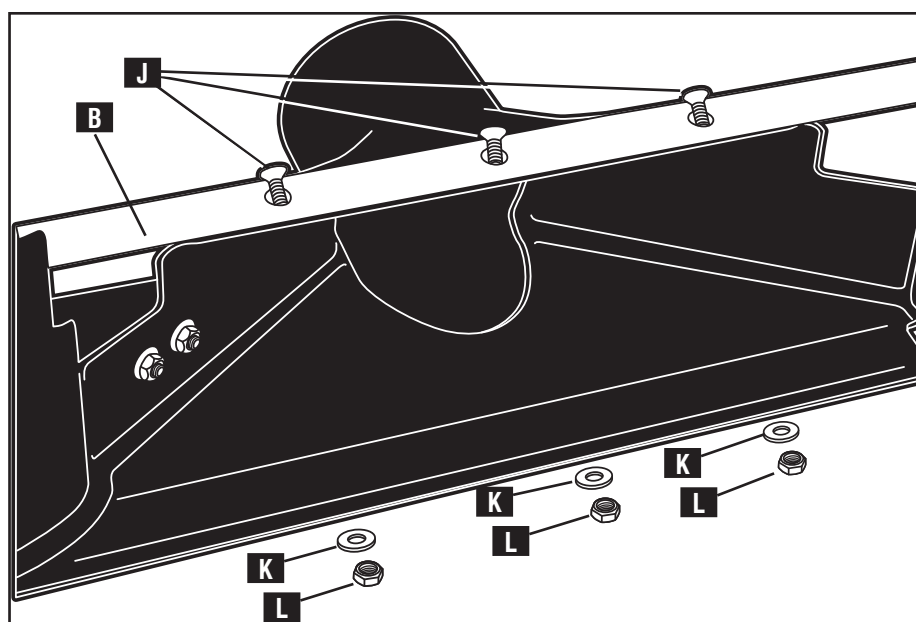

Fig. 6
- Fasten support bar (B) Fig. 6 to dust shroud with flathead screws (J), washers (K) and hex nuts (L). Insert screws (J) through three holes in support bar and three holes in dust shroud, then place three washers (K) onto these screws and fasten with three hex nuts (L).
- Fixer la barre de support (B), fig. 6, au déflecteur de poussière avec les vis à tête plate (J), les rondelles (K) et les écrous hexagonaux (L). Insérer les vis (J) dans les trois trous de la barre de support et les trois trous du déflecteur de poussière puis enfiler les trois rondelles (K) sur ces vis et serrer avec les trois écrous hexagonaux (L).
- Asegure la barra de soporte (B) Fig. 6 a la cubierta para polvo con tornillos de cabeza plana (J), arandelas (K) y tuercas hexagonales (L). Introduzca los tornillos (J) en tres orificios de la barra de soporte y en tres orificios de la cubierta para polvo; luego, coloque tres arandelas, (K) en estos tornillos y ajuste con tres tuercas hexagonales (L).